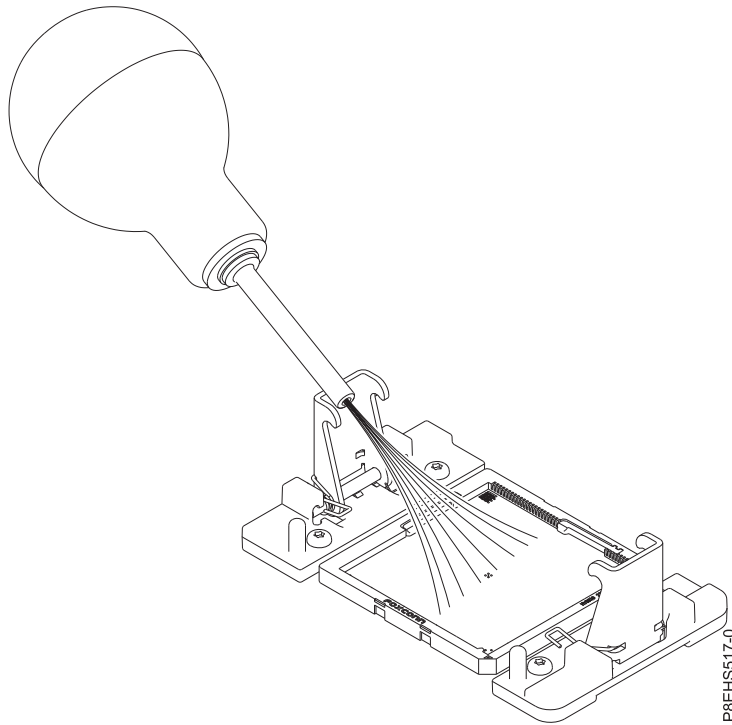

Figure 74. Retrait de la poussière et des particules du support du processeur système.
- a. Si de la poussière ou des particules sont présentes sur le support du processeur système, utilisez la pompe à air fournie (référence 45D2645) pour nettoyer le support. Dirigez de petits jets d'air depuis le centre vers les côtés du support, comme illustré dans la figure 74, à la page 77.